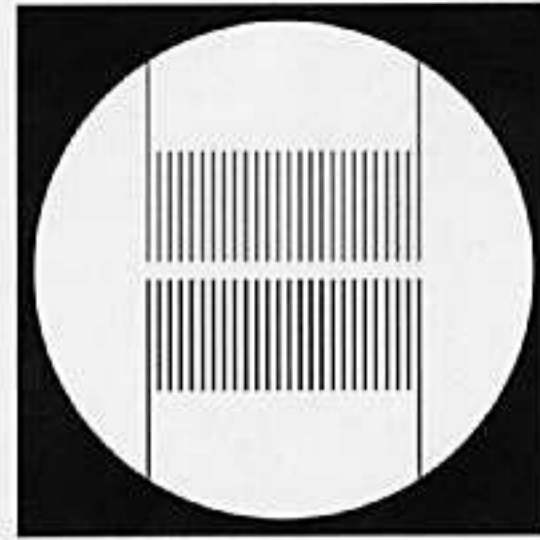

Bild 16
Die Halogenlampe ist optimal justiert, wenn die abgebildeten Wendel auf dem Objektivschutzdeckel wie in der Abbildung (Bild 16) aussehen.
The halogen lamp is adjusted optimally when the displayed spiral appears on the lens cover as shown (Fig. 16).
La lampe halogène est ajustée de façon optimale lorsque les spirales représentées sur le cache de protection de l'objectif ressemblent à celles de l'illustration (figure 16).
Die Lampe ist optimal justiert, wenn eine maximale Annäherung an die Wendelabbildung (Bild 16) erreicht ist.
The lamp is adjusted optimally when the spiral is displayed as close as possible to that shown (Fig. 16).
La lampe est ajustée de façon optimale lorsqu'une ressemblance maximale aux spirales représentées (figure 16) est atteinte. Fermer le couvercle de la boîte à lumière (15).